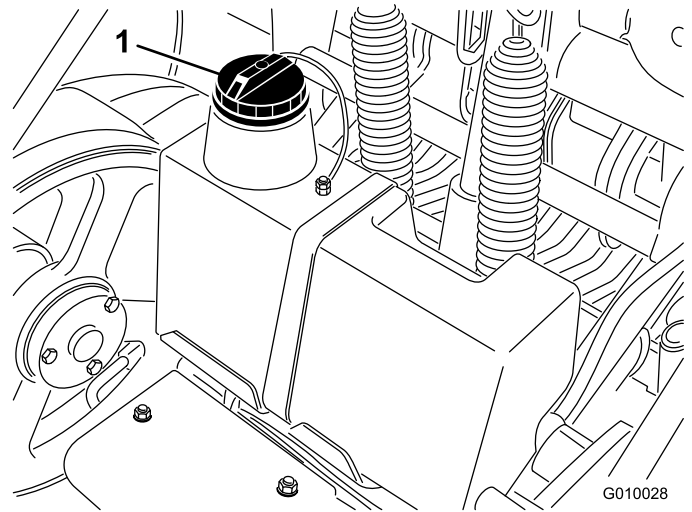

Figura 18
3. Limpie alrededor del cuello de llenado y el tapón del depósito de aceite hidráulico (Figura 18). Retire el tapón del cuello de llenado.